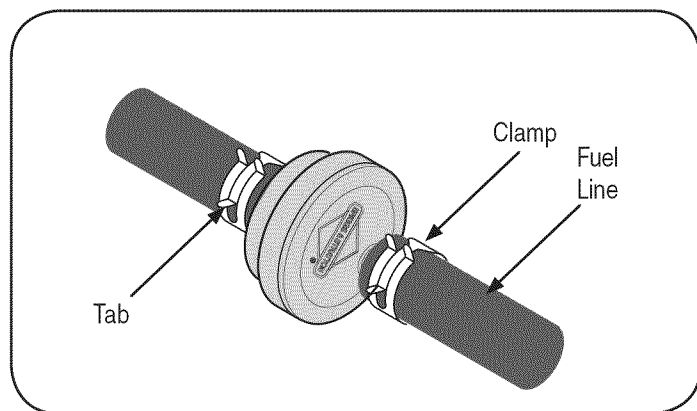

Figura 13
1. Use pinzas para apretar las pestañas de la abrazadera (el lado de la línea de fuera del filtro de combustible), a continuación, deslice la abrazadera lejos del filtro de combustible. Twist y tirar de la línea de combustible fuera del filtro de combustible. Véase la figura 13.